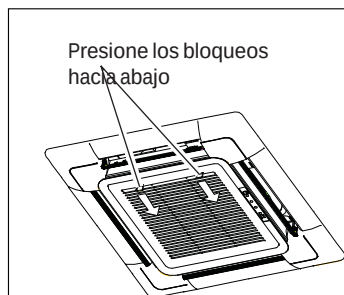
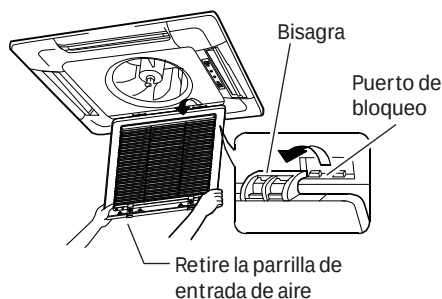

Fig. 1
Fig. 2
1. Retire la rejilla de retorno de aire como se muestra a continuación: presione sobre los dos bloqueos de la parrilla (como se muestra en la Fig. 1), de forma suave levante la misma sobre un ángulo de 45 grados (como se muestra en la Fig. 2) y luego retire la parrilla de entrada de aire.